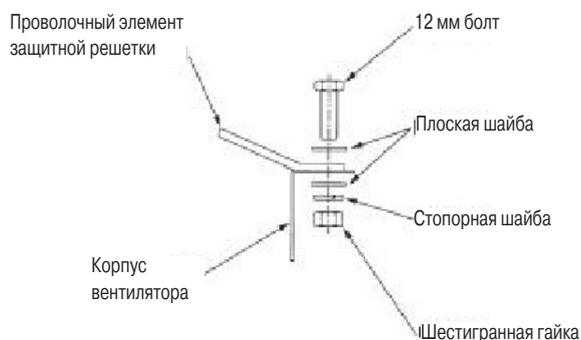

Рис. 15. Крепление защитной решетки на воздуховыпускном отверстии
2. Закрепите защитную решетку на воздуховыпускном отверстии во всех местах (см. рис. 15).
4. Закрепите защитную решетку на воздуховыпускном отверстии во всех местах (см. рис. 15). В 4 местах защитная решетка должна закрепляться вместе с поддерживающей рамкой.